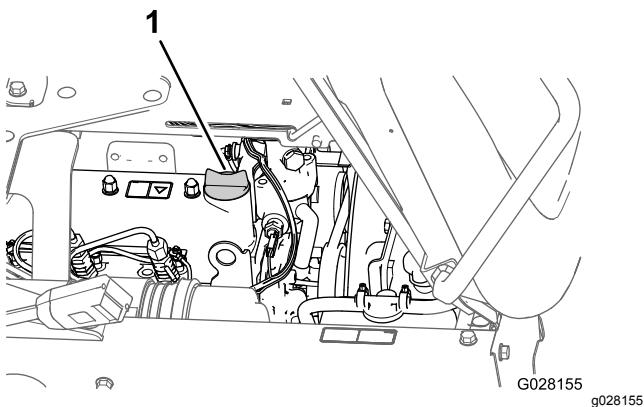

图 72
5. 从发动机气门室盖的加油颈上取出加油颈盖慢慢从加油颈注入规定油量的大约 80% 图 72。
8. 将加油颈盖重新装入加油颈 图 72。